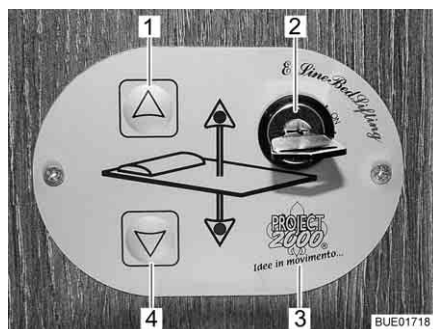

Bild 124 Kontrollenhet
Med knapparna (Bild 124,1 och 4) på kontrollenheten (Bild 124,3) sänks och lyfts den höjbara sängen. Med nyckelbrytaren (Bild 124,2) säkras kontrollenheten mot obehörig användning.
- Vrid nyckeln i nyckelbrytaren (Bild 124,2) 90° medurs på ställningen "On". Kontrollenheten (Bild 124,3) är aktiverad.
- Tryck på pilknappen (Bild 124,4) och håll den så länge intryckt till den höjbara sängen sänks ned till önskad position.
- Tryck på pilknappen (Bild 124,1) och håll den så länge intryckt till den höjbara sängen lyfts fram till gränsställningen.
**Nöddrift** Om den höjbara sängen inte längre går att flytta med pilknapparna (Bild 124,1 och 4), skall du först kontrollera säkringen i det främre väggskåpet på den vänstra fordonssidan, resp. på reserv 3 vid el-blocket (se avsnitt 8.9.1). Om säkringen är ok och den höjbara sängen ändå inte går att flytta, kan den höjbara sängen manövreras manuellt.